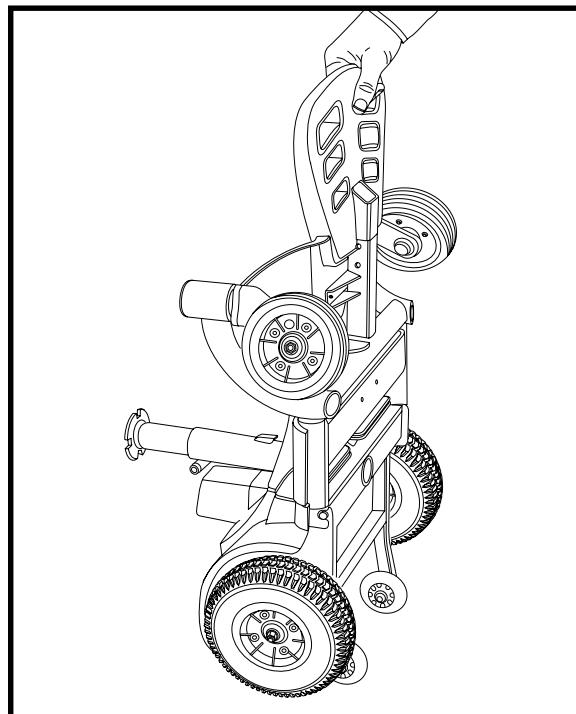

Figura 15. Sollevare la Parte Anteriore
3. Impugnare il poggiatesta e sollevare la parte anteriore fino al raggiungimento della posizione verticale. Vedere la figura 15.